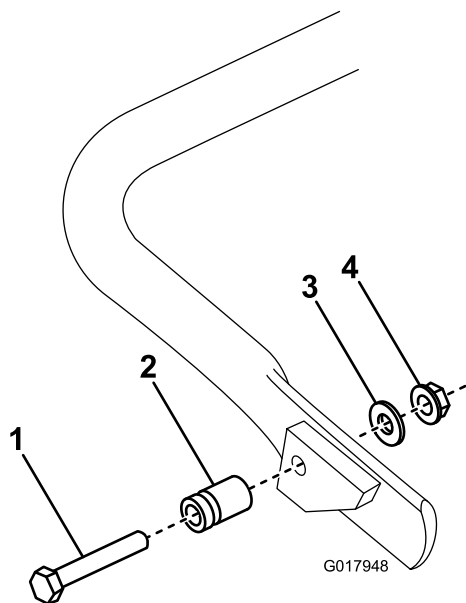

图5
- 仅限型号 04056使用提供的螺栓、垫圈和凸缘螺母将弹簧柱螺栓连接到支撑架的右侧图5。